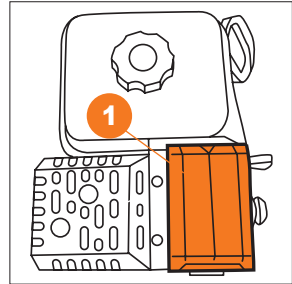

Рис. 15
- Откройте крышку **1** отсека для аккумулятора (Рис. 15).